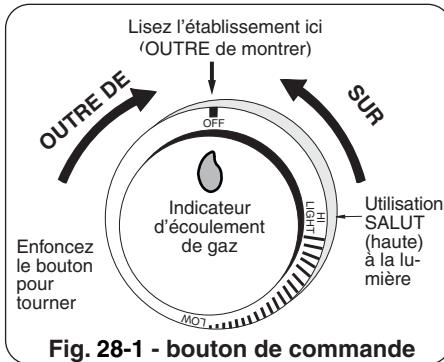

Fig. 28-1 - bouton de commande
**Pour votre convenance et sûreté ; quand le bouton de commande est tourné à la position de fonctionnement, l'indicateur d'écoulement de gaz changera de bleu en le rouge. (Le rouge indique l'écoulement de gaz.) Voir la Fig. 28-1.**